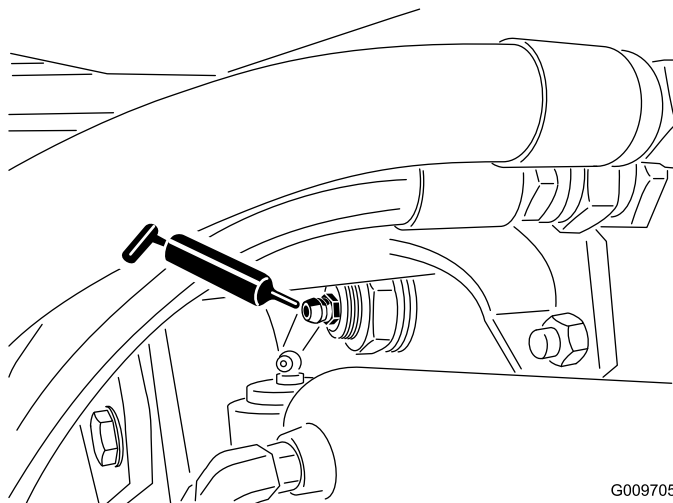

図 75
- 図 75 に示す、後アクスルピボットのブッシュ 2 ヶ所